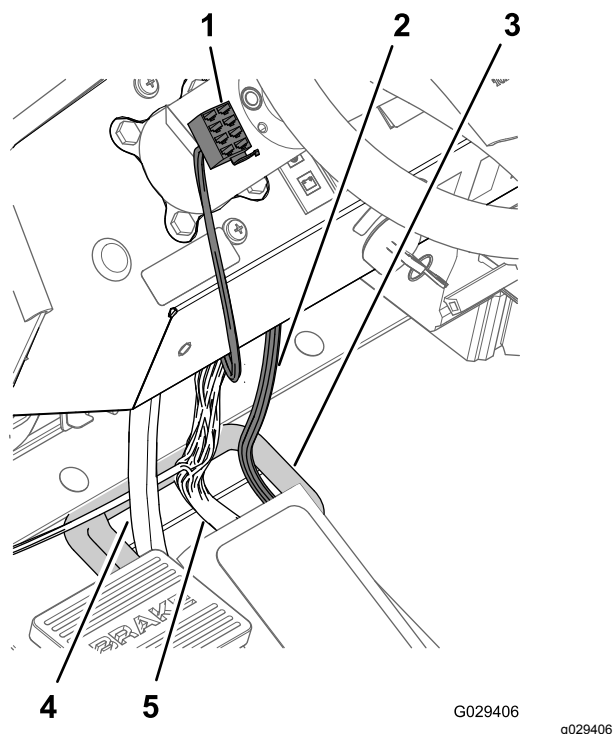

Figura 198
4. Enrute el conector hembra de 8 vías al extremo de la rama del salpicadero de 240 cm a lo largo del salpicadero y hacia la izquierda del árbol de dirección (Figura 198).